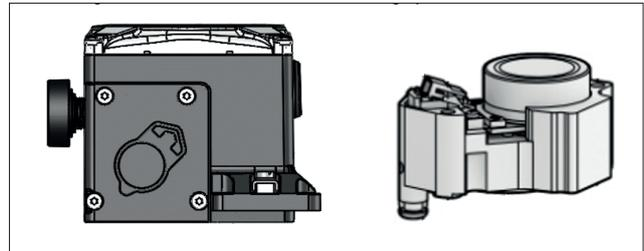

図 81. NDX1510_プレステージの場所。
- ・ プレステージを慎重に引き出します。プレステージの側面の溝をつかむためにペンチを使用することをお勧めします。プレステージの可動部分に触れないように注意してください。(図81)